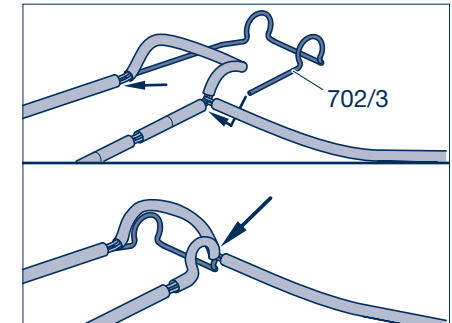

Рисунок 3
- [7] Предварительно вставить проволочную скобу (702/3) в защитный шланг кабеля, как показано на рис. 3 сверху.
- [8] Натянуть защитный шланг на изгиб короткого конца скобы (стрелка, рис. 3 снизу).